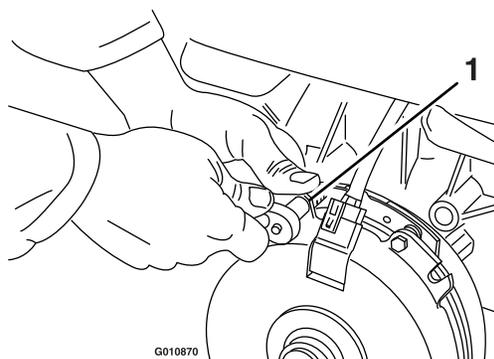

Figura 72
- A. Allentate entrambi i bulloni di montaggio del freno da 1/2 giro a un giro completo, come illustrato nella Figura 72.